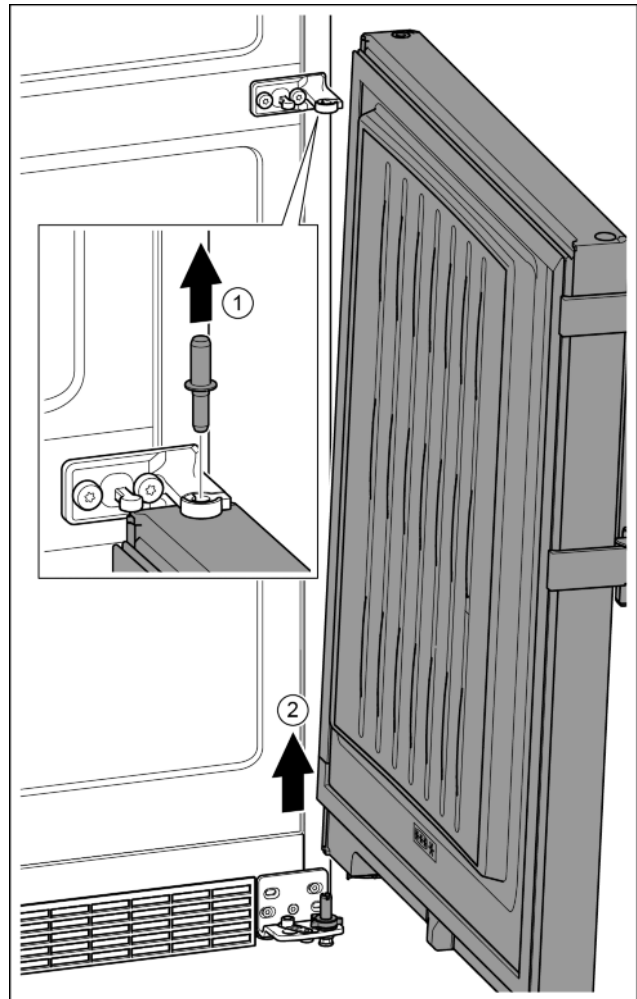

Fig. 10
- ▶ Вынуть пальцы вверх. Fig. 10 (1)
- ▶ Отклонить дверь, приподнять вверх и отставить в сторону. Fig. 10 (2)